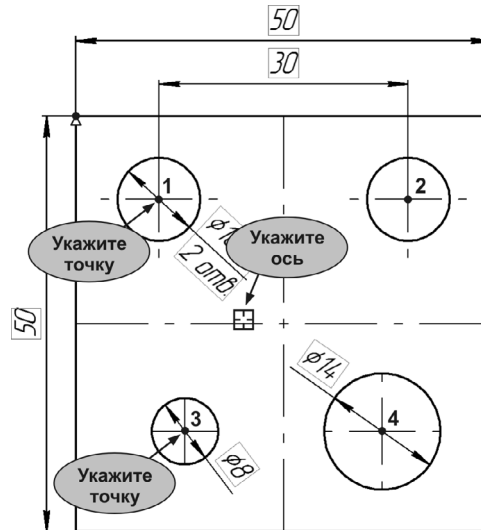

Рис. 62.28.
Система выполнит выравнивание центральных точек окружностей без изменения их радиусов (рис. 62.28).
7. Укажите горизонтальную ось симметрии детали, затем центральную точку 1 верхней окружности и центральную точку 3 нижней окружности (рис. 62.28).